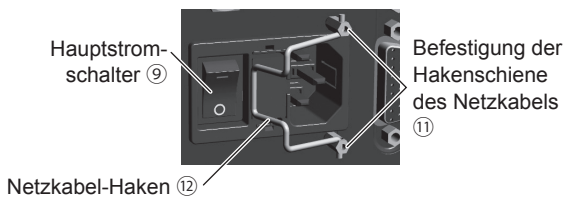

Abb. 9
- Die Gefahr versehentlichen Starts verringern. Stellen Sie sicher, dass der Hauptschalter ⑨ vor dem Anschließen des CONTROLLERS oder dem Einstecken des Stromsteckers des Systems in AUS-Stellung ist.
- (1) Installieren Sie den Netzkabel-Haken ⑫ an der Befestigung der Hakenschiene des Netzkabels ⑪ (siehe Abb. 9).